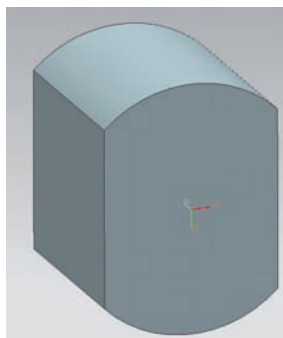
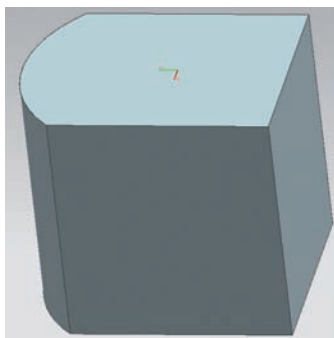
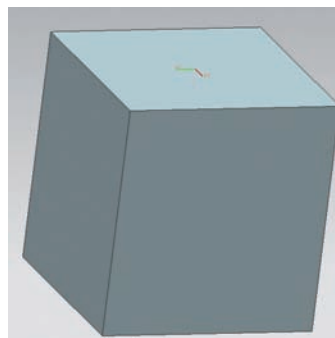

图 5
图 6
图 7
（见图5）。⑤校正并夹紧工件，车端面至划线处，得到正四方体工件的第五面（见图6）。同理，车第五面的对面。调头装夹，校正并夹紧工件，车端面，保证总长35mm。大正方体工件车削完成（见图7）。